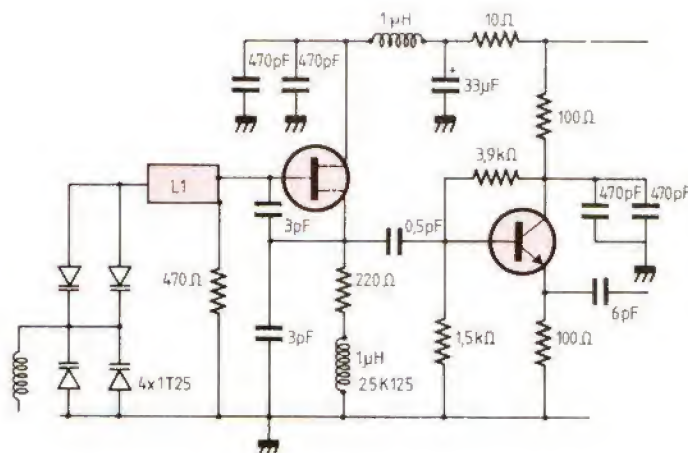

Figure 1. - VCO 1 : 390 à 515 MHz.
Schéma du VCO : figure 1.
Vous avez alors de fortes chances d'avoir pris le plus mauvais. Eventuellement, même, un type (heureusement en voie de disparition) à conversion unique et fonctionnant sur une fréquence intermédiaire (FI) de l'ordre de 450 kHz (fig. 1). Si vous accordez un tel appareil sur  $f_r = 6$  MHz, son oscillateur fonctionne sur  $f_0 = 6\,450$  kHz, ce qui signifie que vous recevez aussi, sur le
Fig. 1. - Le type le plus classique du récepteur superhétérodyne travaille avec une seule conversion (changement de fréquence) et avec une fréquence intermédiaire de l'ordre de 450 kHz.